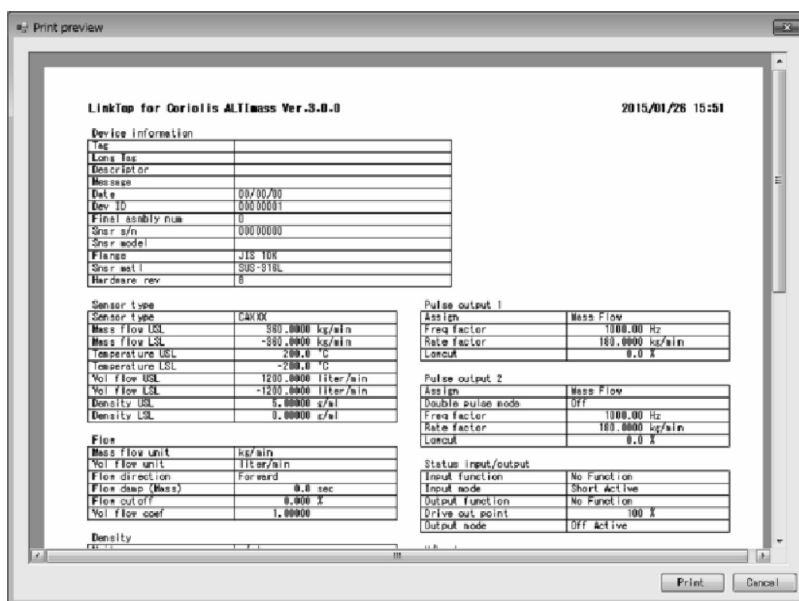

図185
- ④ 次のウィンドウ(図185)が表示されますので、ここで各種パラメータ値を確認し、印刷を行う場合は「印刷」ボタンを、印刷を行わない場合は「Cancel」ボタンをクリックして下さい。